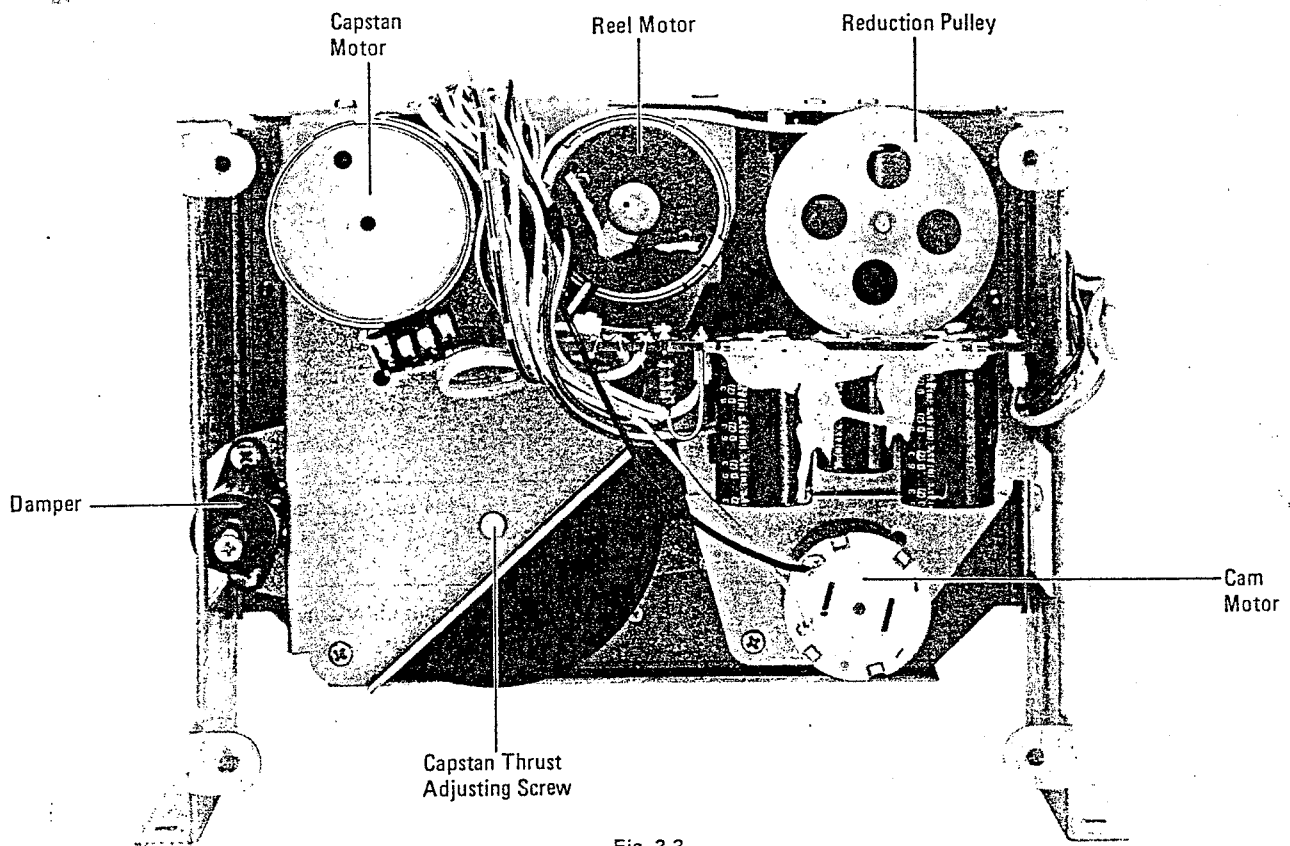

Fig. 3-3
1. Turn the thrust adjusting screw so that thrust of the capstan shaft is from 0.1 mm to 0.25 mm. For thrust adjusting screw location, see Fig. 3-3.
2. Turn the reduction pulley (see Fig. 3-3) with your hand to check whether the head base exceeds the lowest position adjusted above or not.
1. キャプスタン・シャフトのスラストが0.1mm~0.25mmになるようにスラスト調整ネジ (図3-3参照) を回す。
2. 減速プーリ (図3-3参照) を手で回転させ、ヘッド・ベースが上記の調整位置よりさらに下へくるかどうか確認する。